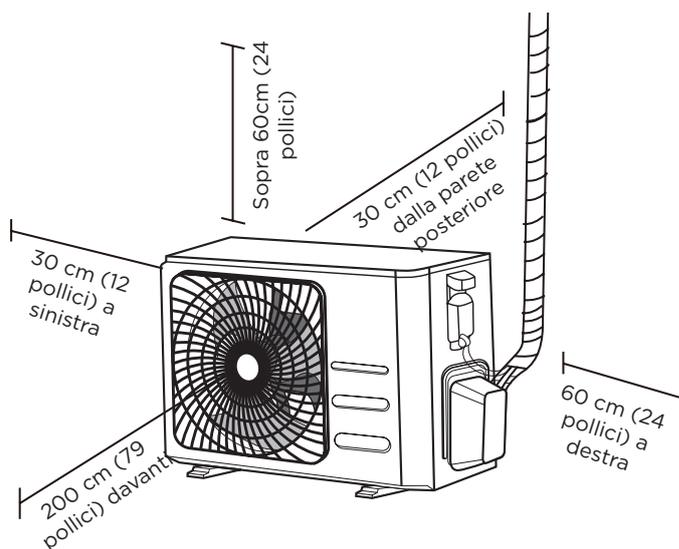

Fig. 4.1
- ☑ Soddisfare tutti i requisiti spaziali mostrati in Requisiti dello spazio di installazione (**Fig. 4.1**).